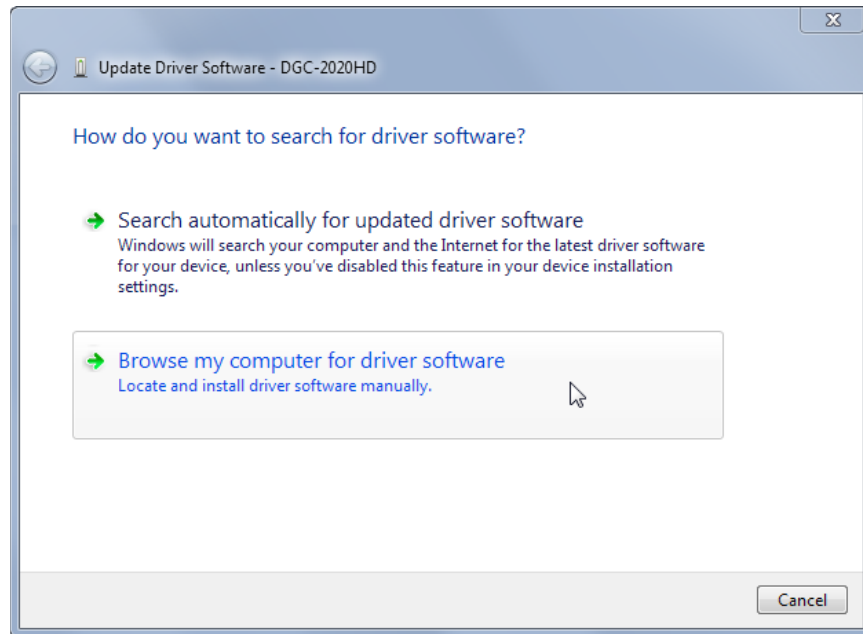

Abbildung 24-4. Treibersoftware aktualisieren - DGC-2020HD
Schritt 4. Wählen Sie 'Auf dem Computer nach Treibersoftware suchen' wie in Abbildung 24-4 dargestellt.